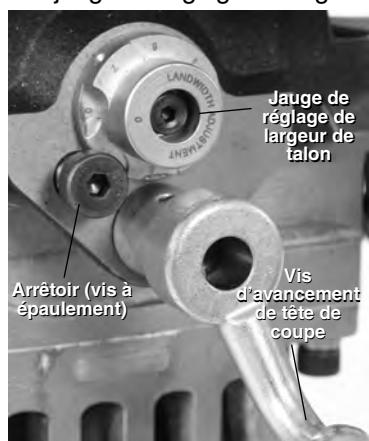

Figure 18 – Réglage de largeur de talon
6. Réglez la largeur du talon de biseautage voulue (Figure 18) à l'aide de la jauge de réglage de largeur de talon. Un réglage à « 0 » ne laissera aucun talon sur l'extrémité du tuyau. Chaque graduation de la jauge modifie la largeur du talon par approximativement $\frac{1}{32}$ " (0,8 mm). Graduation n° 1 ~ 0,03" (0,8 mm), graduation n° 2 ~ 0,06" (1,6 mm) etc. Alignez la graduation voulue avec la base de l'arrêteoir.
8. Tournez la vis d'avancement de la tête de coupe progressivement en sens horaire (Figure 18) pour entamer le biseautage jusqu'à ce que l'arrêtoir vienne à buter contre la jauge de réglage de largeur de talon. Ceci se fait sans huile de coupe ni liquide de refroidissement.